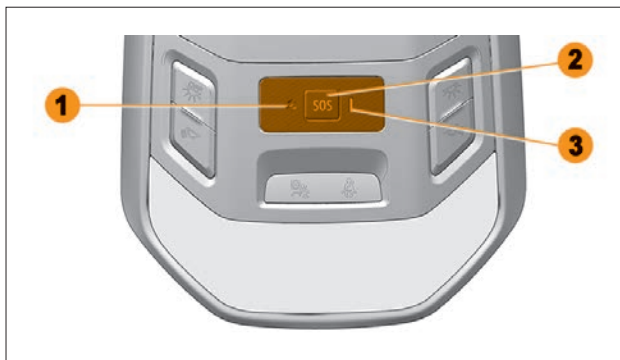

Рис. 2.8.1. Блок интерфейса пользователя СВЭОС
**В варианном исполнении** на Ваш автомобиль устанавливается система вызова экстренных оперативных служб (далее СВЭОС), предназначенная для автоматического (при ДТП) и ручного вызова оператора системы «ЭРА-ГЛОНАСС». Управление СВЭОС осуществляется через блок интерфейса пользователя (БИП) рядом с плафонами освещения зон водителя и переднего пассажира (рис.2.8.1).